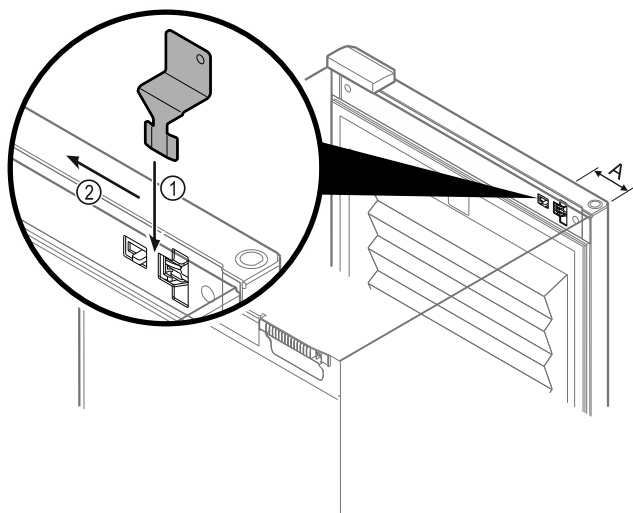

Fig. 90
- ▶ Klíč pro nouzové odblokování umístěte na dané místo Fig. 90 (A) ≈ 100 mm.
- ▶ Zasuňte klíč pro nouzové odblokování mezi dveře a korpus spotřebiče shora až na doraz Fig. 90 (1).
- ▶ Zatlačte klíč pro nouzové odblokování ve směru strany závěsu Fig. 90 (2).